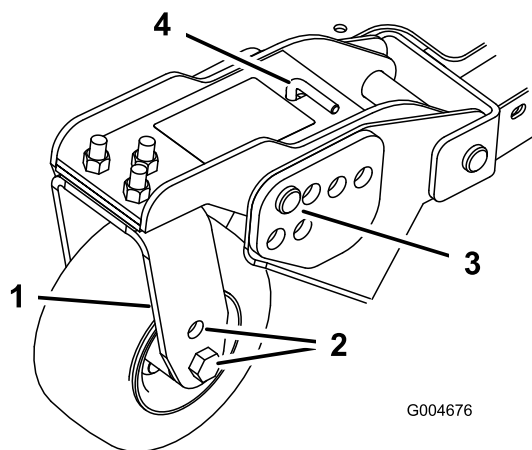
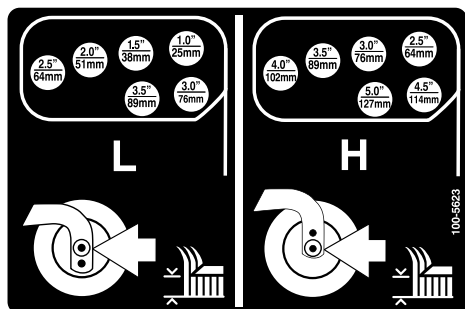

Figura 23
Figura 24
1. Coloque los ejes de las ruedas giratorias en el mismo taladro en todas las horquillas (Figura 21 y Figura 23).
6. Retire la chaveta y los pasadores de los brazos de pivote de las ruedas giratorias (Figura 23).
7. Gire la varilla tensora para elevar o bajar el brazo de pivote hasta que los taladros estén alineados con los taladros seleccionados del soporte de ajuste de la altura de corte en el bastidor de la carcasa de corte (Figura 23 y Figura 24).